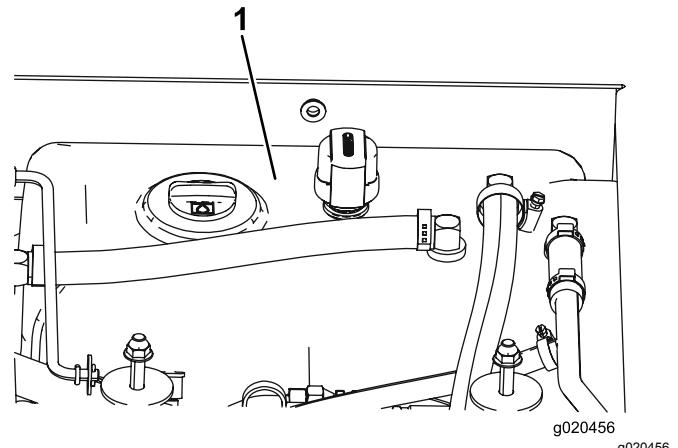

Figura 117
4. Riempite il serbatoio (Figura 117) di fluido idraulico; fate riferimento a Controllo del fluido idraulico (pagina 80).